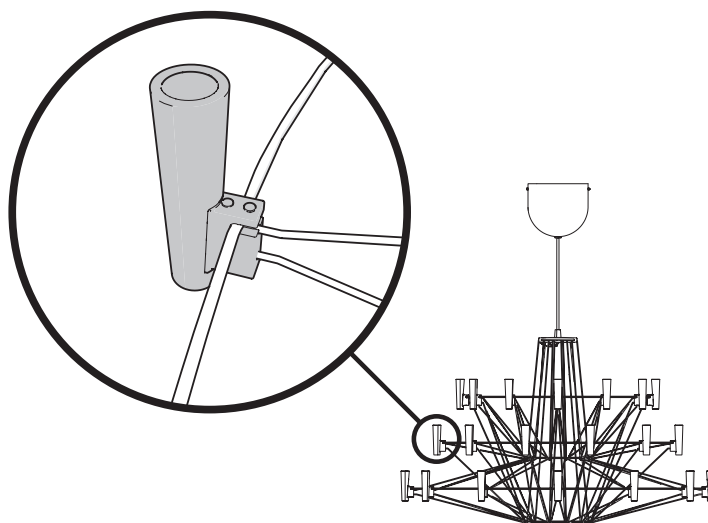

図1
1. LEDの取付ネジ（上部2ヶ所、下部1ヶ所合計3ヶ所）を付属の六角レンチ1.5mmで回してゆるめ（図1）ワイヤーフレームからLEDを取り外します。（図2）